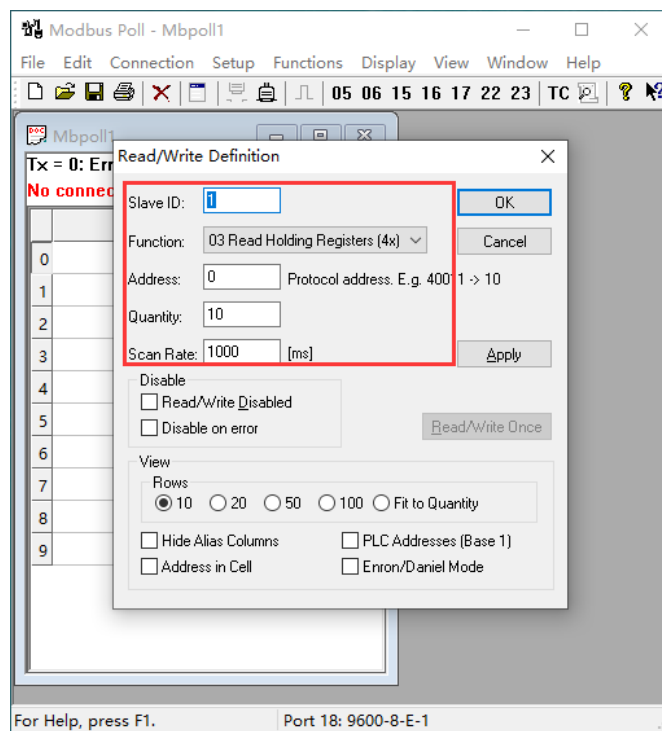

图 6-30 Modbus 主机创建
3) 打开 “Modbus Poll” 工具，配置串口信息，参数设置如图 6-30 所示，ID 设置为 1，功能码选择 3。